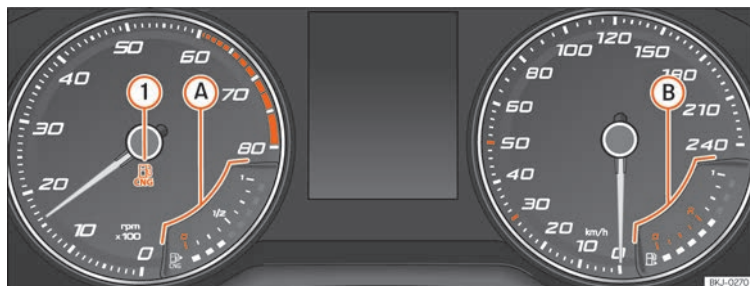

Fig.70 Combiné d'instruments analogique : indicateur du niveau de gaz naturel
Il s'allume en vert »» fig. 70 ①